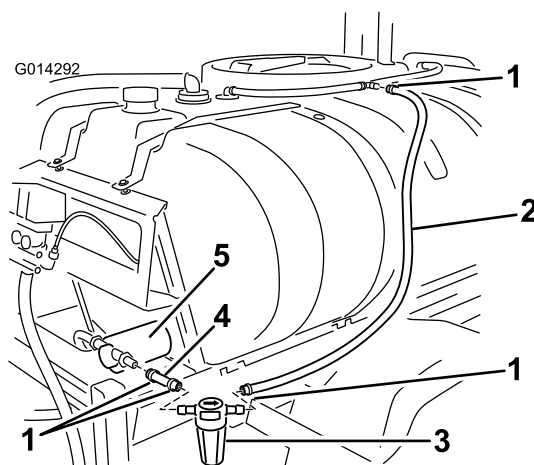

Figura 22
5. Instale o tubo na extremidade aberta do encaixe em T instalado previamente (Figura 22).